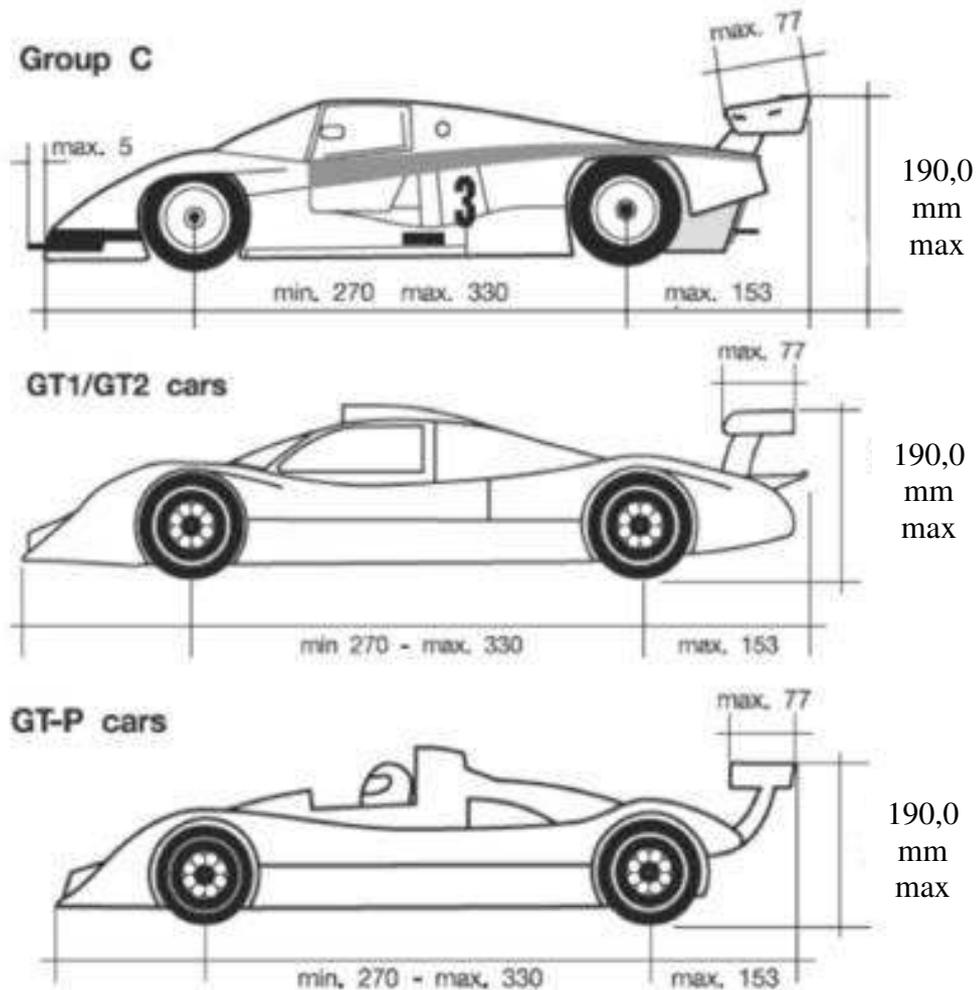

Figura 5: Modelli di carrozzeria
- 4.1.13 **CARATTERISTICHE DELLE CARROZZERIE** (Vedere a corredo la Figura 5 di pagina 27)
- a) **Gruppo C:** appartengono a questa categoria le macchine che sono state usate secondo i regolamenti del “Gruppo C” nel Campionato Mondiale FIA negli ultimi cinque (5) anni.
Massima altezza	190,0 mm (vedi Figura 5) telaio appoggiato su un supporto di 20,0 mm